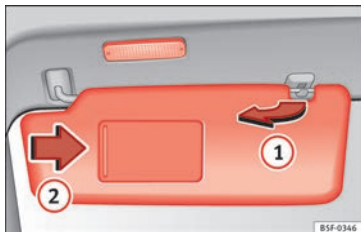

Fig. 142 Pare-soleil.
- Le pare-soleil peut être retiré du support et rabattu contre la porte » fig. 142 (1).
Un miroir de courtoisie, couvert par un volet, se trouve dans le pare-soleil rabattu. Lorsque l'on fait coulisser le volet » fig. 142 (2) une lumière s'active.